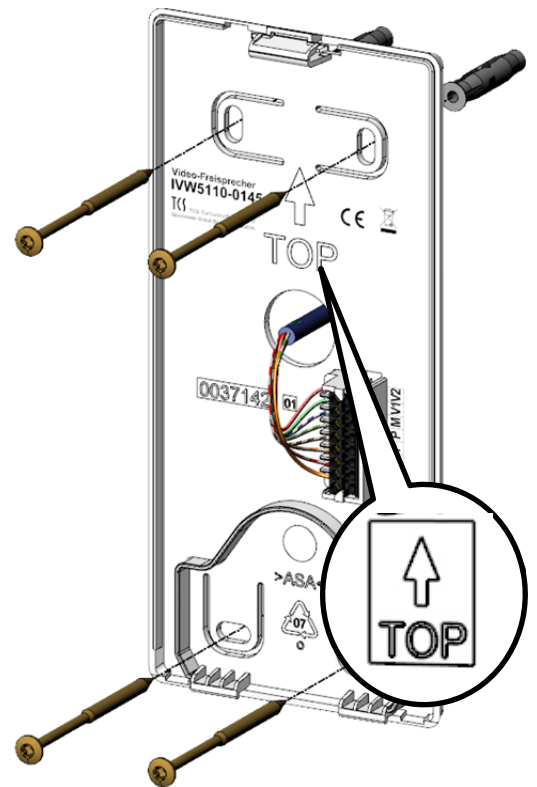

Abb. 3: Montageschale montieren
- ▶ Befestigen Sie die Montageschale mit 4 geeigneten Schrauben an der Wand (Abb. 3).